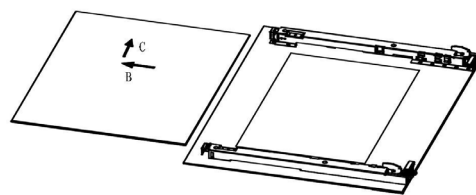

Рис.6
4. Вытащите среднее стекло. (Рис.6)